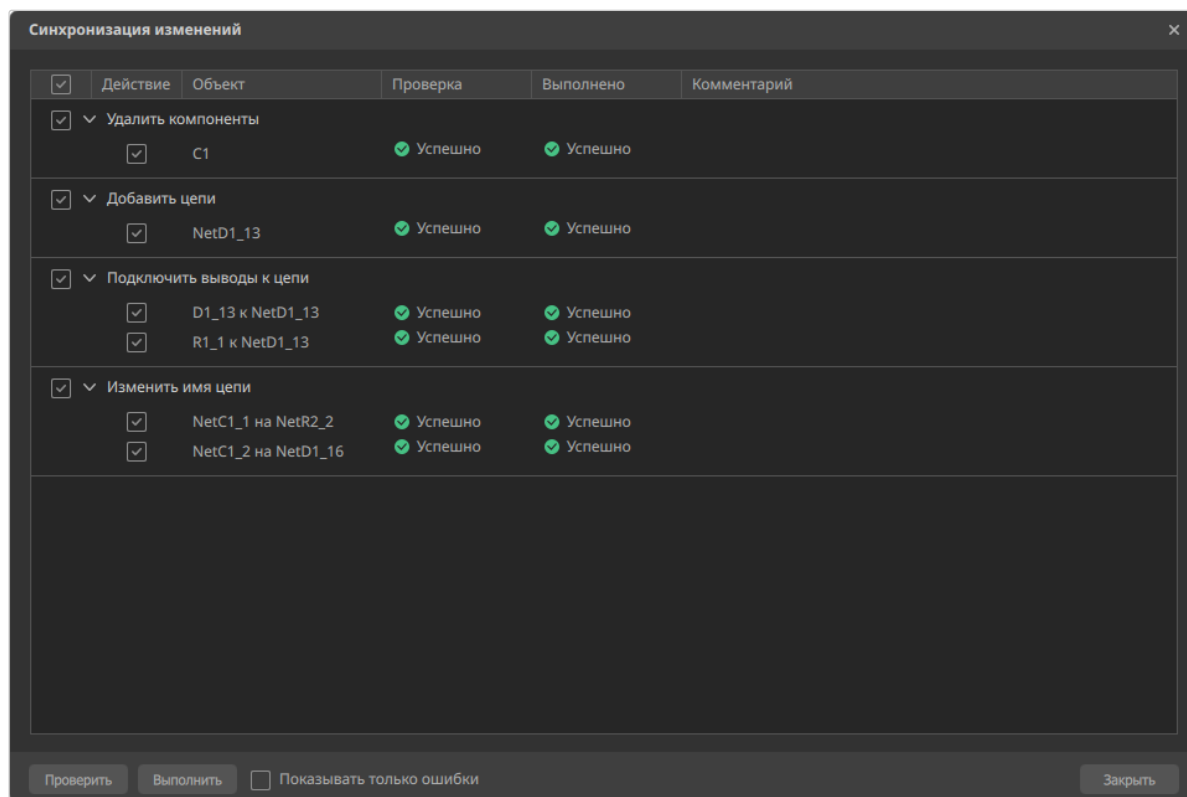

Рисунок 80. Статус выполнения в окне «Синхронизация изменений»
- 6) После исправления всех ошибок нажать на кнопку «Выполнить». В столбце «Выполнено» отобразится состояние всех отмеченных действий (см. рисунок 80).